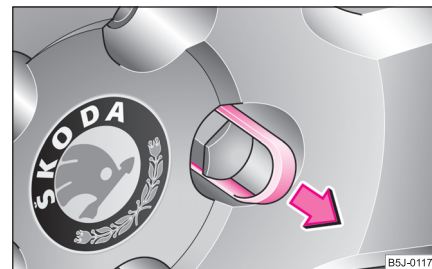

Fig. 171 Înlocuirea roții: Scoaterea capacului prezoanelor de roată
- Trageți capacul cu **brida din material plastic** ⇒ fig. 171.